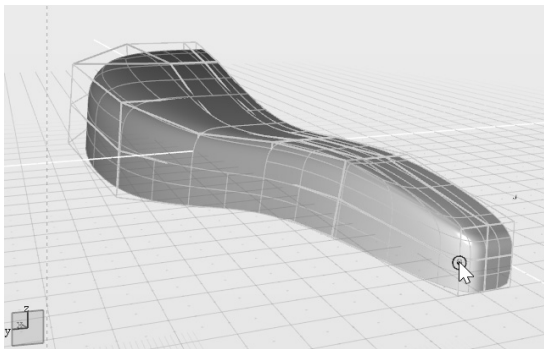

图 7-72 添加 1 条循环边
3) 切换至透视图，并激活“添加循环边”工具，在图 7-72 所示的边的位置单击，增加 1 条循环边。按空格键接受插入并退出该工具。